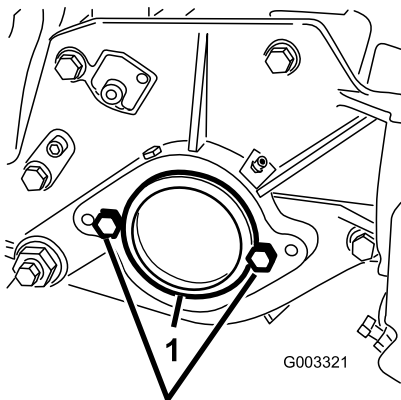

Figure 7
2. A l'extrémité droite du plateau de coupe, retirez l'obturateur en plastique du logement de roulements (Figure 7).
3. Enlevez les 2 vis de la plaque latérale droite (Figure 7).
1. Obturateur en plastique      2. Vis (2)
5. Placez les 2 vis de fixation du moteur de cylindre sur la plaque latérale gauche du plateau de coupe sans les serrer (Figure 7).